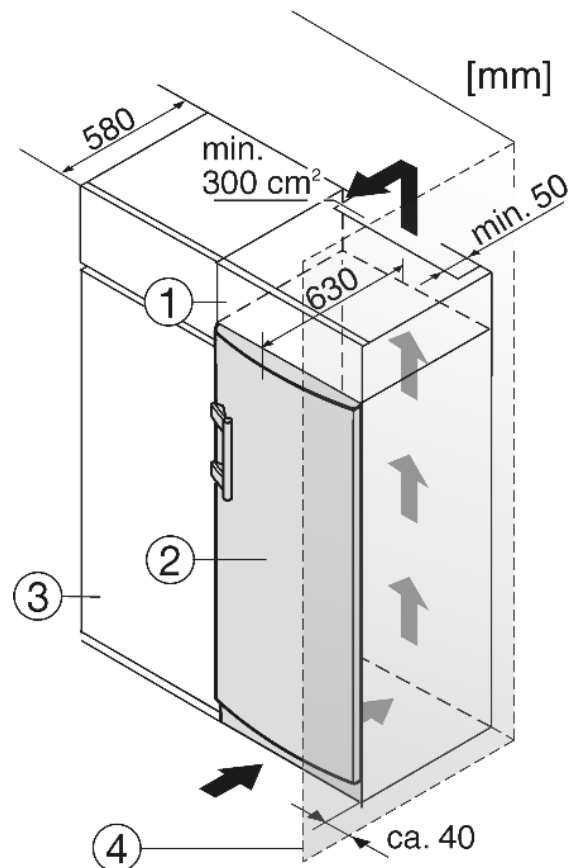

Fig. 14
- (1) Aufsatzschrank
- (2) Gerät
- (3) Küchenschrank
- (4) Wand
Beim Umbau mit Küchenschränken (Tiefe max. 580 mm) kann das Gerät direkt neben dem Küchenschrank Fig. 14 (3) aufgestellt werden. Die Gerätetür steht seitlich 34 mm und in der Gerätemitte 50 mm gegenüber der Küchenschrankfront vor. Sie lässt sich dadurch einwandfrei öffnen und schließen.
Wenn das Gerät mit den Scharnieren neben einer Wand Fig. 14 (4) aufgestellt wird, muss der Abstand zwischen Gerät und Wand mindestens 40 mm betragen. Dies entspricht dem Griffüberstand bei geöffneter Tür.